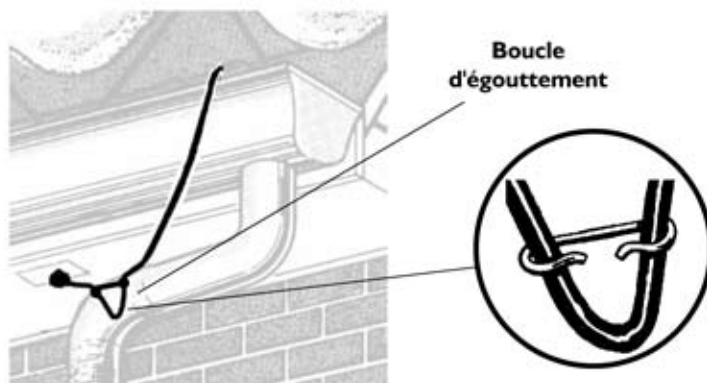

Figure 24. Former une boucle d'égouttement près du point de départ
- S'il n'y a pas de dommages, **brancher le cordon d'alimentation dans la prise.** Disposer le cordon pour qu'il forme une boucle d'égouttement à l'aide de l'écarteur (voir Figure 24). La boucle d'égouttement sert à empêcher l'eau de fonte de suivre le tracé du cordon et d'entrer dans la prise.